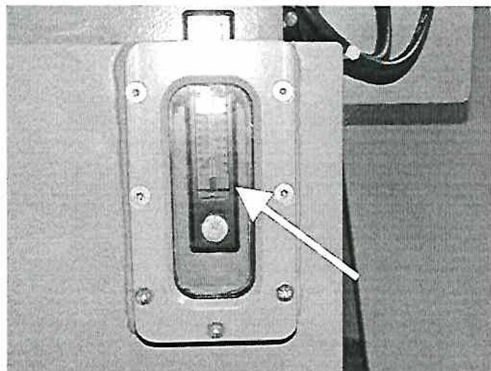

Рис. 32: Смотровое стекло на баке гидроагрегата
1. Проверьте уровень заполнения бака маслом для гидросистем. Смотровое стекло находится на баке (Рис. 32).
Внимание: не перелейте! Только до метки в смотровом стекле (Рис. 32) маслобака!